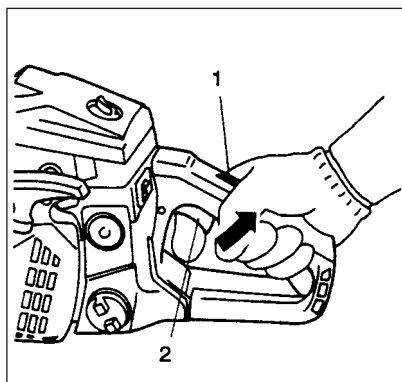

Fig. 2-4B
4. När Du hör att motorn håller på att startas, skall Du hålla säkerhetsutlösaren (2) intryckt och dra i gasspjällsutlösaren (4). Detta kommer automatiskt att frigöra gasspjället från startläget till funktionsläget, och att återföra chokknoppen till funktionsläge. (Fig.2-4B)